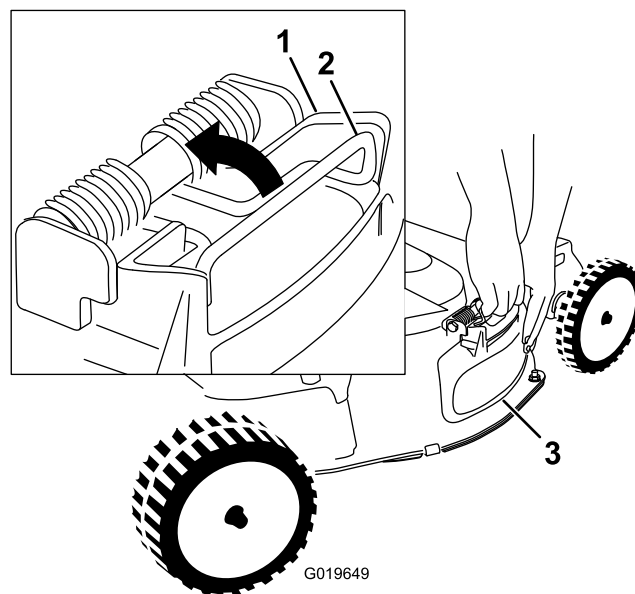

Рисунок 26
4. Снимите боковой отражатель выброса, потянув вверх за пружину, удерживающую отражатель на месте, и сняв отражатель (Рисунок 26).